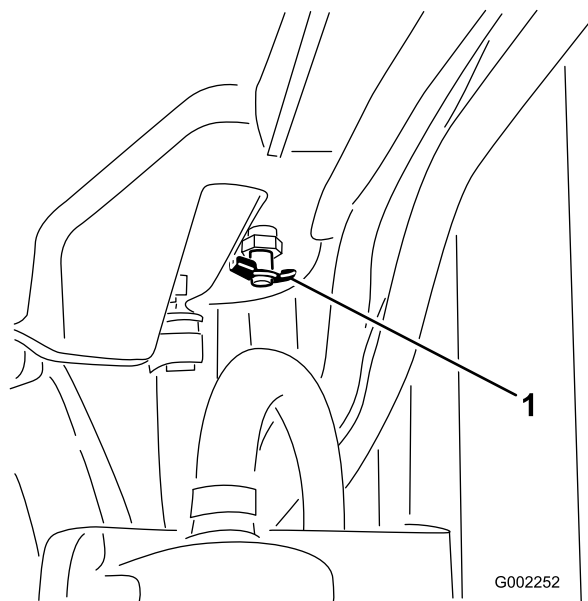

Figure 91
4. Ouvrez le robinet de vidange et vidangez le liquide de refroidissement dans le bac (Figure 91).
5. Fermez le robinet de vidange (Figure 91).